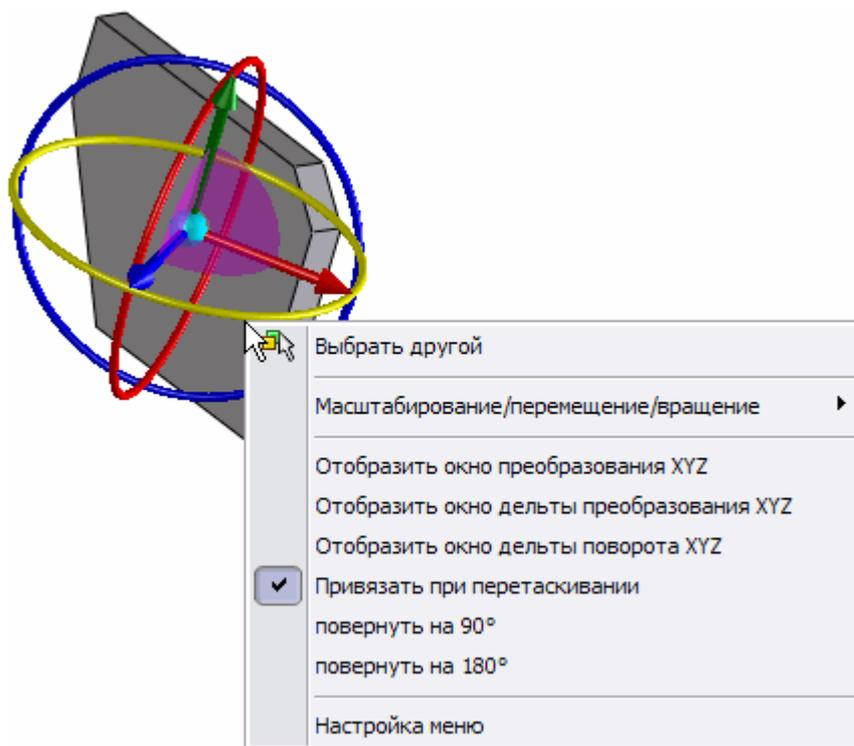

Рис. 11.69 Назначение параметров привязки при поворотах компонента сборки.
- ✓ Чтобы выполнить привязку к квадрантам *Кольца триады*, нажмите правой кнопкой мыши выбранное *Кольцо* и активизируйте параметр *Привязать при перетаскивании* (рис.11.69). Теперь, инкремент привязки при повороте компонента с Системой координат будет составлять  $90^\circ$ . Инкремент будет увеличиваться по мере перемещения указателя по траектории *Кольца*.
✓ Чтобы повернуть компонент на фиксированные значения инкрементов (см.рис.11.69), нажмите правой кнопкой мыши выбранное *Кольцо* и назначьте параметр *Поворот на 90°* или *Поворот на 180°*. При этом, выбранный компонент автоматически поворачивается по часовой стрелки на выбранное значение параметра угла поворота.
✓ Чтобы ввести инкременты углов поворота компонента, нажмите правой кнопкой мыши на выбранное *Кольцо* и назначьте параметр *Отобразить окно дельты поворота XYZ* (см.рис.11.69).